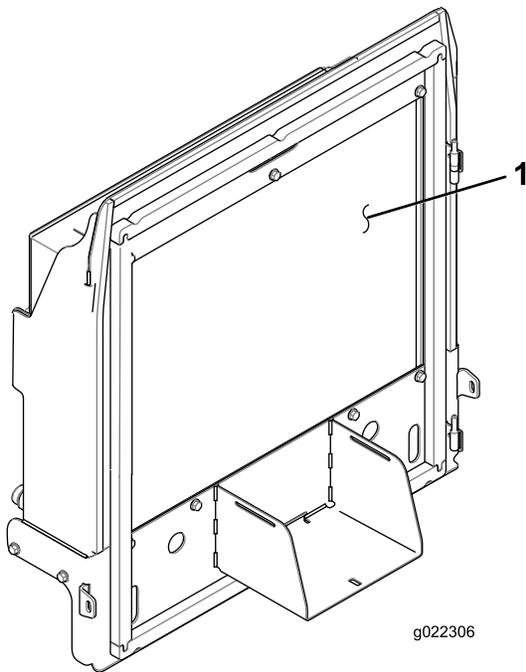

図 83
4. ラジエターとオイルクーラの裏表 図 83 を圧縮空気で丁寧に清掃する。